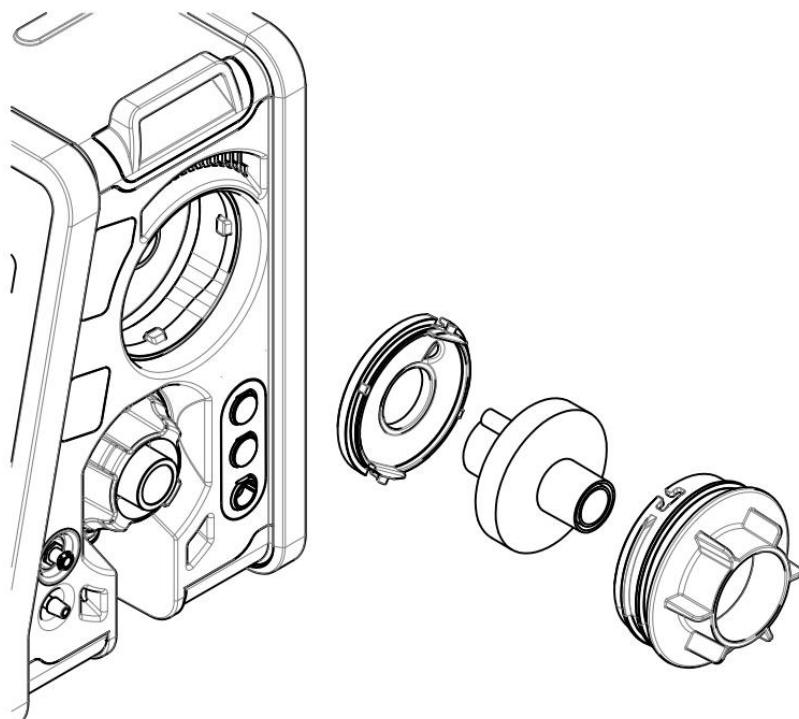

Рисунок 3.4 – Замена фильтра на вдохе
- a) Открутить штуцер вдоха (рисунок 3.4);